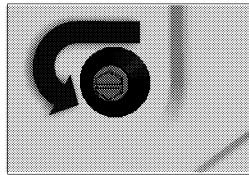

Fig. 1
- Dévissez les vis en tournant dans le sens inverse des aiguilles d'une montre à l'aide d'une clé appropriée. (Fig. 1)